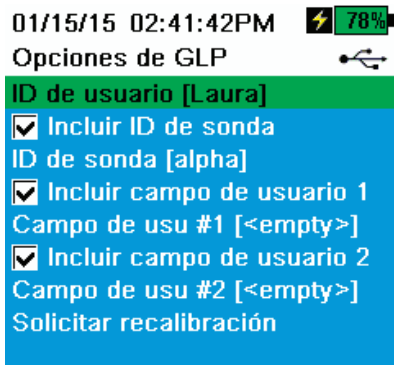

Figura 13 Opciones de GLP
- Otra identificación específica del usuario (Campo de usuario N.º 1 y N.º 2) (Figura 13).